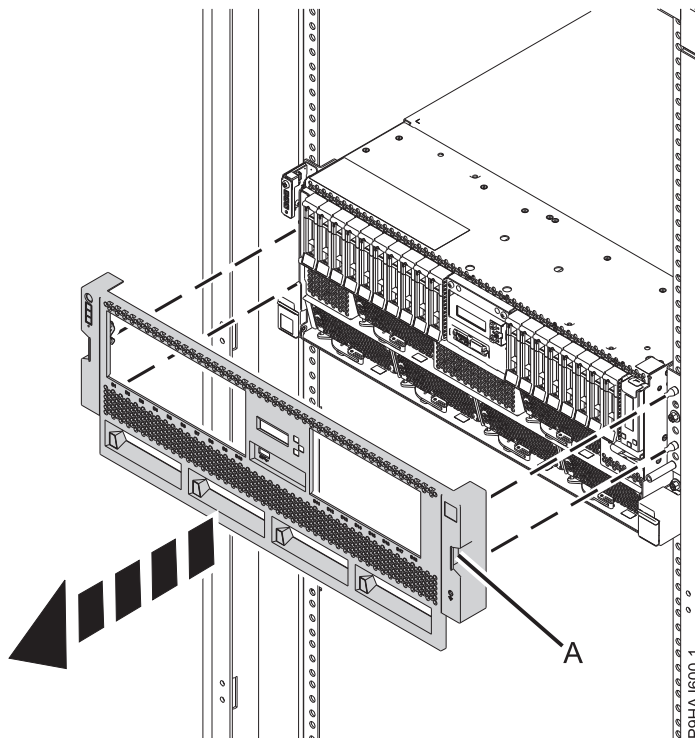

Figura 38. Extracción de la cubierta frontal
2. Para un sistema montado en bastidor, extraiga la cubierta frontal tirando de ella para extraerla del sistema. La cubierta tiene hendiduras (A) para que se sujete más fácilmente. Vea la Figura 38.